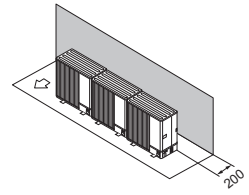

Abb. 2-12
- (1) Hindernisse oder unzugängliche Oberfläche nur auf Rückseite (Abb. 2-12)